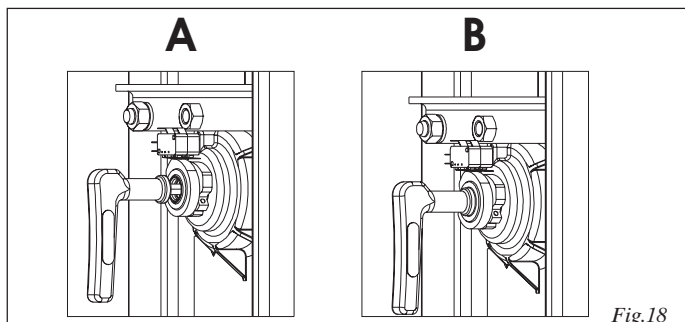

Fig.18
- placer la clé spéciale qui se trouve à l'intérieur du montant dans le trou de déverrouillage (fig.18 réf. A) et tourner en sens horaire de quelques tours jusqu'à la butée mécanique.
Attention: Sur la clé de déverrouillage se trouve un bord circulaire qu'on doit poser contre l'arbre (fig.18 réf.B); une fois cette position atteinte, cesser de tourner la clé de déverrouillage pour éviter de compromettre la fonctionnalité du système même.